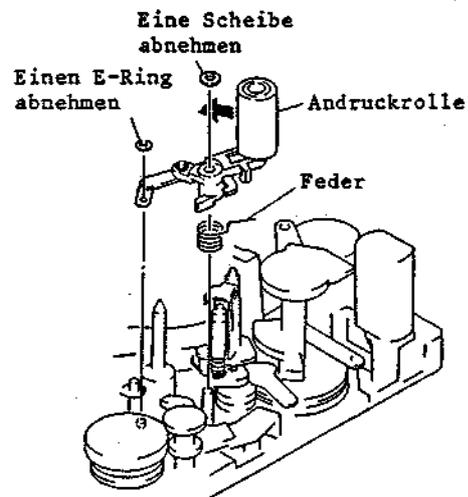

Abb. 2-65 Ausbau der Andruckrolle
(Abb. 2-65)
3. Die zwischen der Andruckrolle und dem Chassis angeordnete Feder freigeben (siehe Abb. 2-65).
4. Eine (1) Scheibe und einen (1) E-Ring, mit welchem die Andruckrolle befestigt ist, abnehmen.
4. Die Andruckrolle ausbauen (siehe Abb. 2-65).